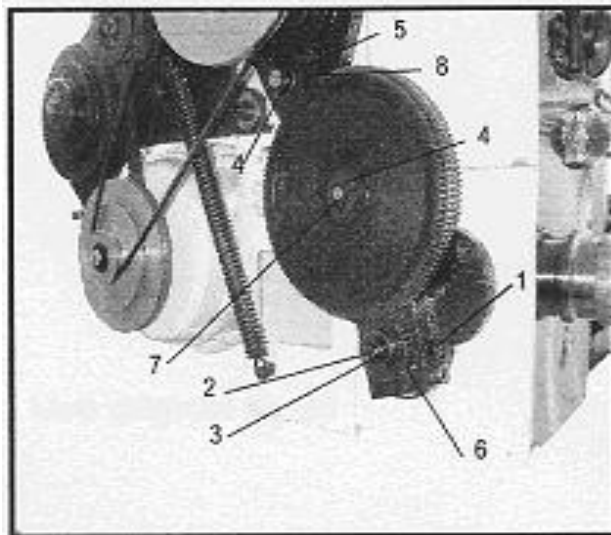

Рис. 13
-Открутите винт (1, Рис.13)
-Снимите винт (2), шайбу (3) и сменное колесо (6)
-Открутите осевой болт (7), пока он не сможет перемещаться.
-Открутите гайки (5), снимите шайбу (4) и сменное колесо (8).